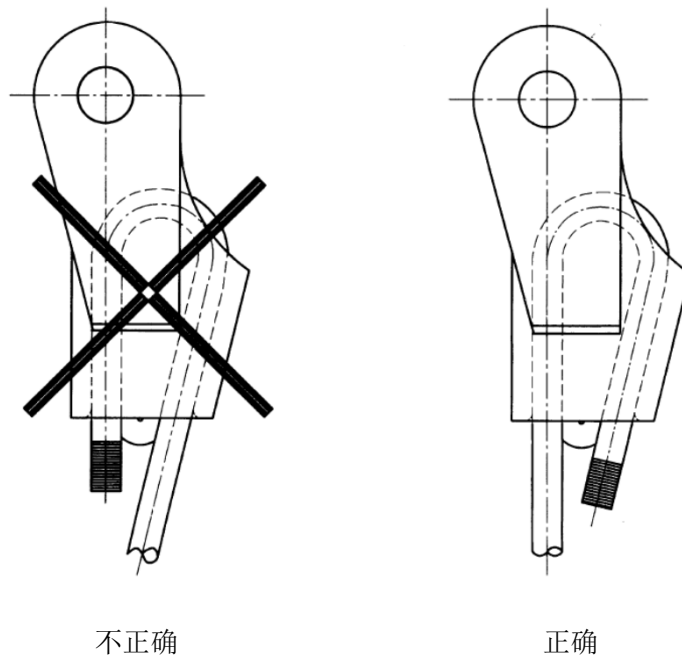

图3 钢丝绳安装方向
- e) 对于非对称式的楔形绳套，穿钢丝绳时，应使钢丝绳承受载荷的工作段安装在垂直位置，见图 3。